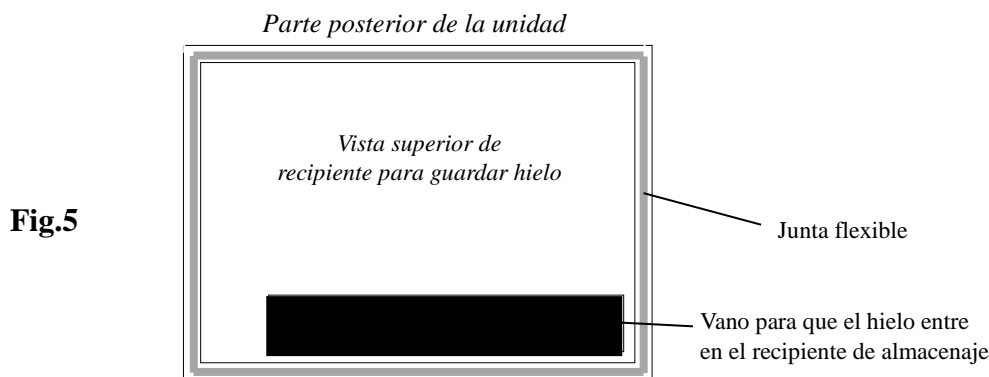

Fig.5
16. Colocar la junta sobre la parte superior del recipiente de almacenaje. Asegurar que la junta está bien colocada en su lugar, en la ranura de la parte superior del recipiente de almacenaje. (Fig.5).